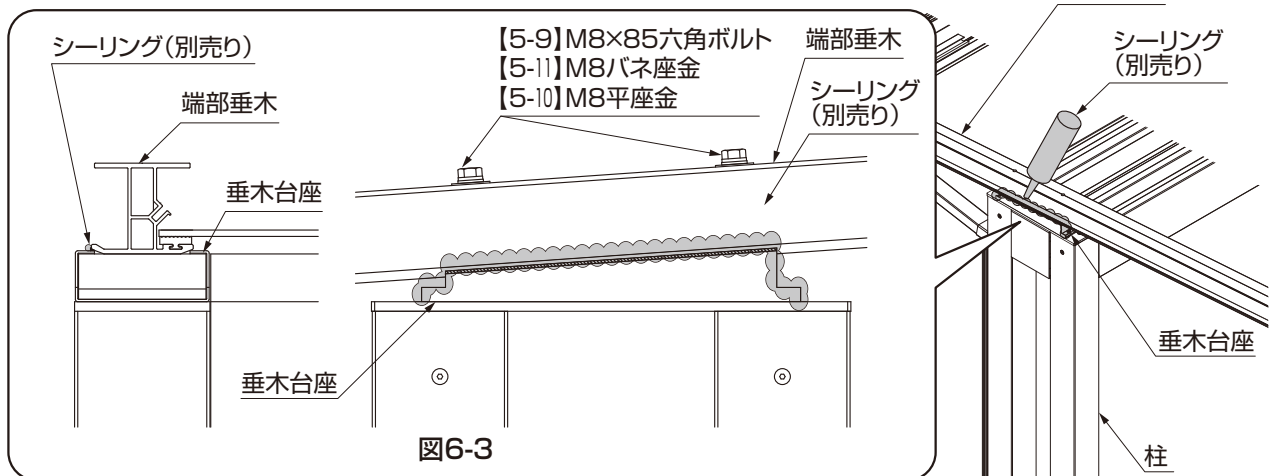

図6-3
⑤端部垂木と垂木台座の隙間にシーリングしてください。(図6-3参照)